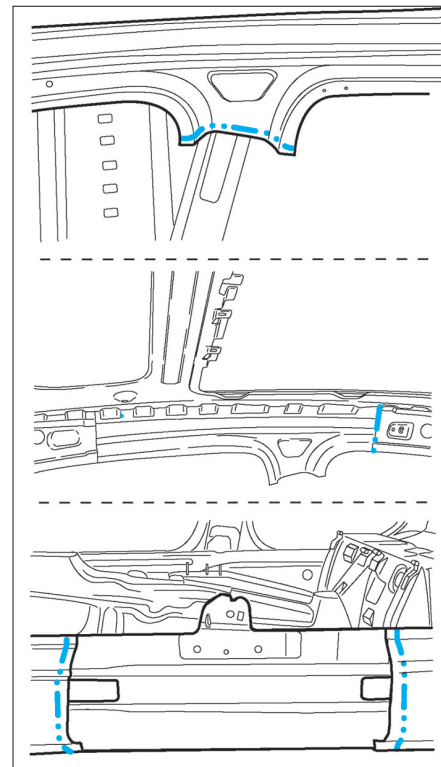

FIG. 79
• Retoucher les coupes définitives (Fig.79).